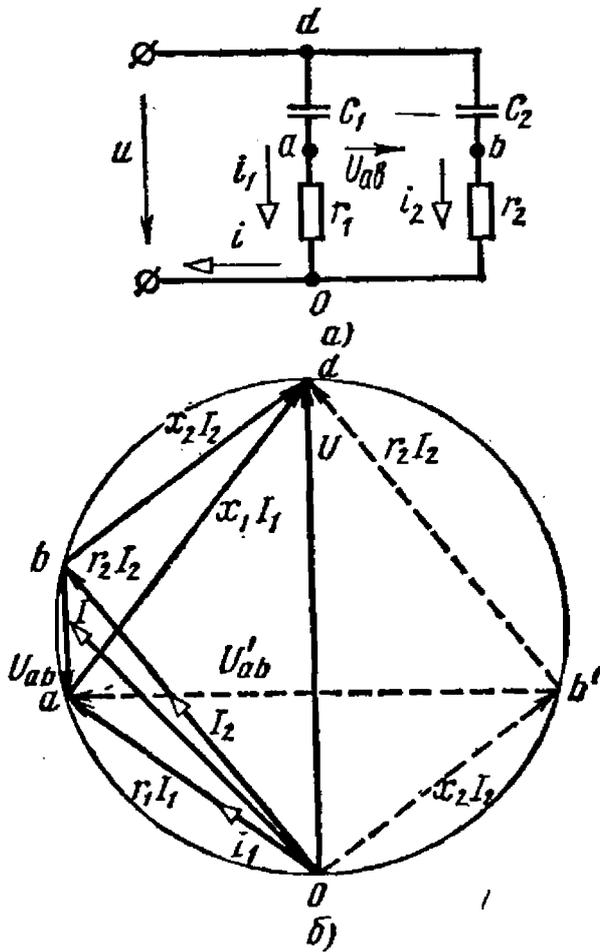

Рис. 4.16
4.16. Найти распределение токов в цепи схемы рис. 4.16, а и коэффициент мощности цепи, если напряжение на входе $U = 220$ В, а сопротивления $r_1 = 6$ Ом, $x_1 = 8$ Ом, $r_2 = 4$ Ом, $x_2 = 3$ Ом. Построить топографическую диаграмму и определить графически напряжение между точками a и b (U_{ab}) при данном расположении сопротивлений и при перемене мест сопротивлений r_2 и x_2 .
Топографическая диаграмма приведена на рис. 4.16, б. На ней показаны векторы U_{ab} при заданном на рис. 4.16, а расположении сопротивлений и вектор U'_{ab} при перемене мест сопротивлений r_2 и x_2 .